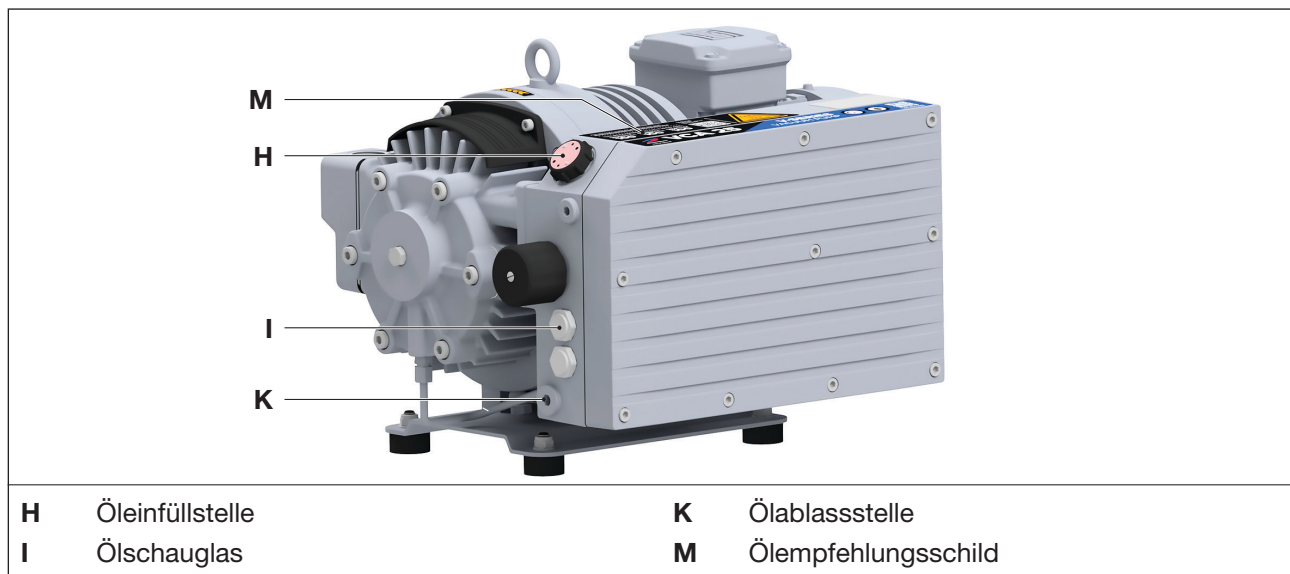

Abb. 7 Ölwechsel
Als Betriebsmittel empfehlen wir die Verwendung der Elmo Rietschle Öle, siehe auch Ölempfehlungsschild (Abb. 7/M) sowie Tab. 3 auf Seite 32:
- Verschluss der Öleinfüllstelle (Abb. 7/H) öffnen und Öl bis zur Oberkante des Schauglases (Abb. 7/I) auffüllen.
- Verschluss der Öleinfüllstelle (Abb. 7/H) und Ölablassstelle (Abb. 7/K) öffnen und Altöl vollständig ablassen.
- Ölablassstelle (Abb. 7/K) verschließen und neues Öl an der Öleinfüllstelle (Abb. 7/H) bis zur Oberkante des Schauglases (Abb. 7/I) einfüllen.
- Ölstand am Schauglas (Abb. 7/I) kontrollieren.